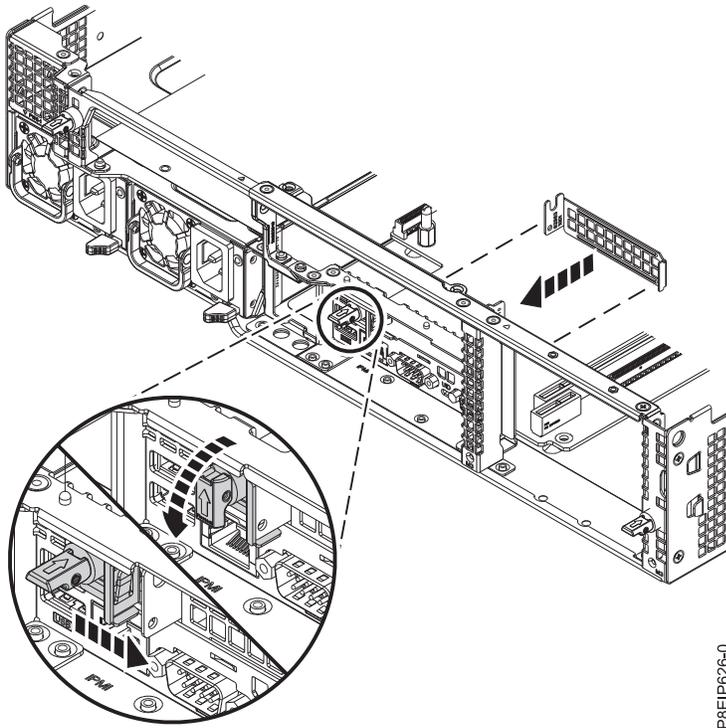

Abbildung 54. Halterung des Adapterkassettenhalters in die geschlossene Position schieben
- d. Schließen Sie die Halterungsklappe, indem Sie sie zum Adapterkassettenhalter schieben (siehe Abb. 54 auf Seite 47). Setzen Sie anschließend den Haltestift zurück.